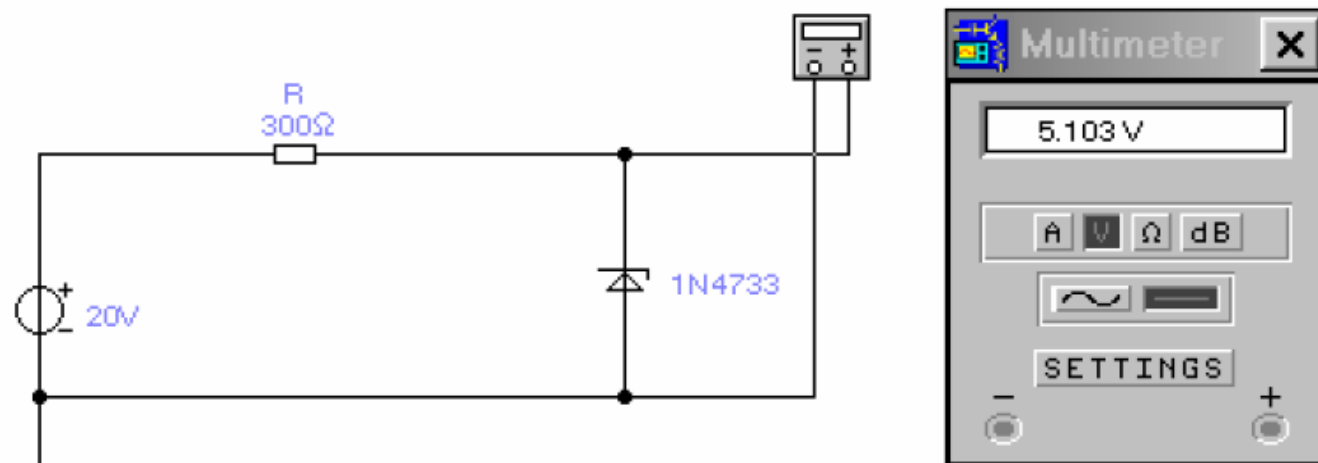

Рис.1.5.
6. Нарисуйте схему, приведенную на рис. 1.5 и измерьте значение  $U_{cm}$  на стабилитроне при значениях ЭДС источника от 0 до 35 В. Результаты измерений занесите в таблицу 1.3.